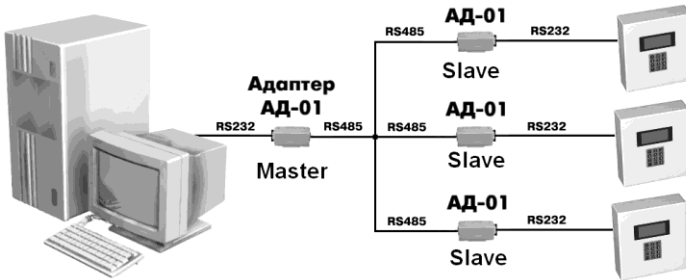
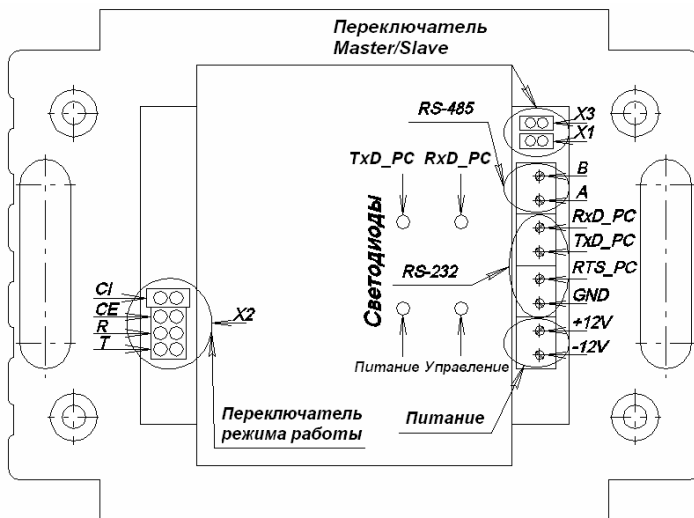

Рисунок 2 – Схема подключения адаптера
Рисунок 3 – Клеммы и светодиоды адаптера
Адаптер может работать в одном из четырех возможных режимов приема-передачи. Режимы задаются установкой джамперов на «Переключателе режима работы» (рисунок 3) в соответствии с таблицей 6.
Адаптер может работать в режиме «Master» или «Slave» (см. рисунок 2). Режим выбирается установкой джамперов на «Переключателе Master/Slave» (рисунок 3) в соответствии с таблицей 7. В режиме Master в сети может быть только один адаптер с общим количеством приемников на RS-485, указанным в таблице 1.
4.3.2 Установить джамперы в соответствии со схемой подключения (см. рисунок 2, рисунок 3 и таблицу 6, таблицу 7).
4.3.4 Соблюдая полярность (см. рисунок 3), подключить шнур питания (см. таблицу 8).
Светодиоды (см. рисунок 3), предназначены для индикации наличия питания адаптера и информационного обмена по линиям связи: